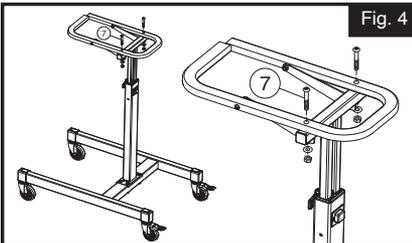

Fig. 4
6. Installez le cadre du plateau à outils sur l'ensemble du cadre de support comme indiqué. Fixez-le à l'aide de deux vis M6 (7), de rondelles M6 et d'écrous de blocage M6. (Fig. 4)
6. Instale el marco de la bandeja de herramientas en el conjunto del marco de soporte como se muestra. Fijelo con dos tornillos M6 (7), arandelas M6 y contratuercas M6. (Fig. 4)